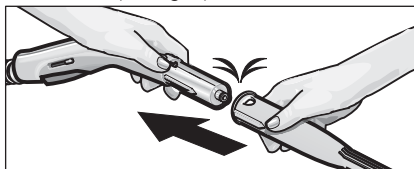

Fig. 1 : raccordement d'accessoires au pistolet à vapeur
- Raccordez l'accessoire souhaité (D1,C1) au pistolet à vapeur (B1) en emboîtant l'extrémité en forme de tube de l'accessoire sur le pistolet à vapeur (B1). Enfoncez ensuite l'accessoire jusqu'à ce que la touche de verrouillage (B3) du pistolet à vapeur s'enclenche (voir fig. 1).